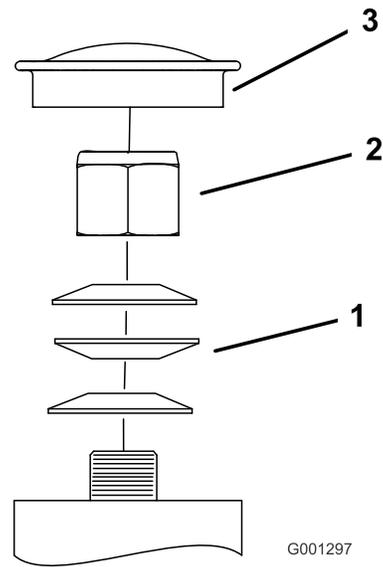

Figure 68
3. Retirez le capuchon antipoussière de la roue pivotante et serrez le contre-écrou (Figure 68).
4. Continuez de serrer le contre-écrou jusqu'à ce que les rondelles élastiques soient aplaties, puis desserrez-le de 1/4 de tour pour obtenir la précharge correcte des roulements (Figure 68).
Important: Veillez à placer les rondelles élastiques comme illustré à la Figure 68.
5. Remettez le capuchon antipoussière en place (Figure 68).